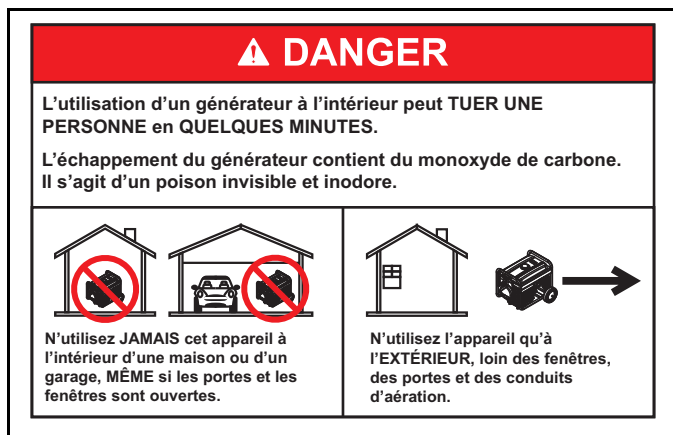

Figure 1-1. Risques relatifs aux gaz d'échappement
- Ne faites JAMAIS fonctionner cet appareil dans un espace clos, dans un véhicule ou à l'intérieur, MÊME SI les portes et fenêtres sont ouvertes. Voir la Figure 1-1.